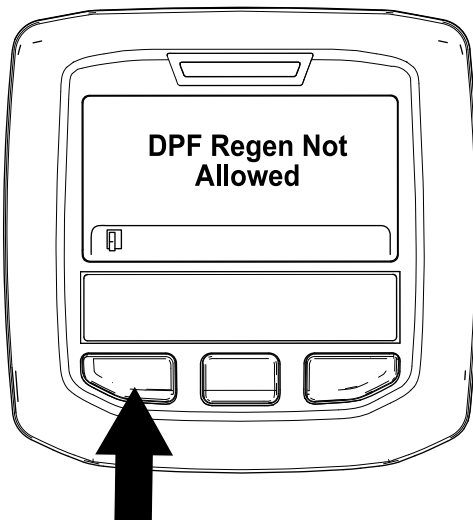

Figure 40
- Si le processus de régénération n'est pas autorisé par le calculateur moteur, le message « DPF Regen Not Allowed » (régénération du FAP non autorisée) s'affiche sur l'InfoCenter (Figure 40). Appuyez sur le bouton gauche pour revenir à l'écran d'accueil.